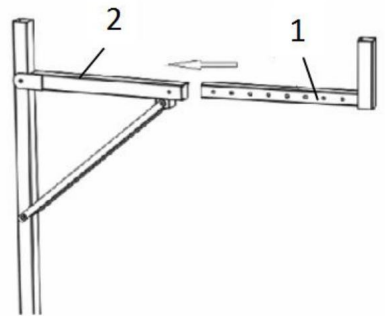

Abbildung 4
- B. Schieben Sie die verlängerte Querstange (1) in das Ende der Querstange (2) und befestigen Sie sie mit Schraube (4), Unterlegscheibe (5) und Kontermutter (6) an geeigneter Stelle. Die Länge der verlängerten Querstange (1) kann eingestellt werden. Siehe Abbildung 4.